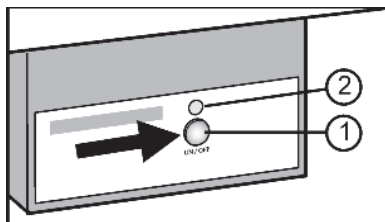

Fig. 12
- ▶ Appuyer sur la touche On/Off Fig. 12 (1) afin que la DEL Fig. 12 (2) luisse.